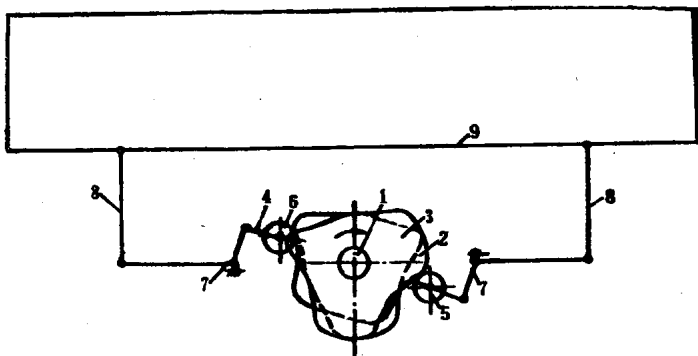

图3-2-3 共轭凸轮开口机构
3. 双共轭凸轮开口机构 每一页综框的升降运动由两只凸轮控制（主上副下），可以减小凸轮压力角，增加所控制的综片数。也是用刚性连杆传动，无需吊综装置。高速适应性和品种适应性好。但制造和安装精度要求高，机构较复杂，如图3-2-3所示。